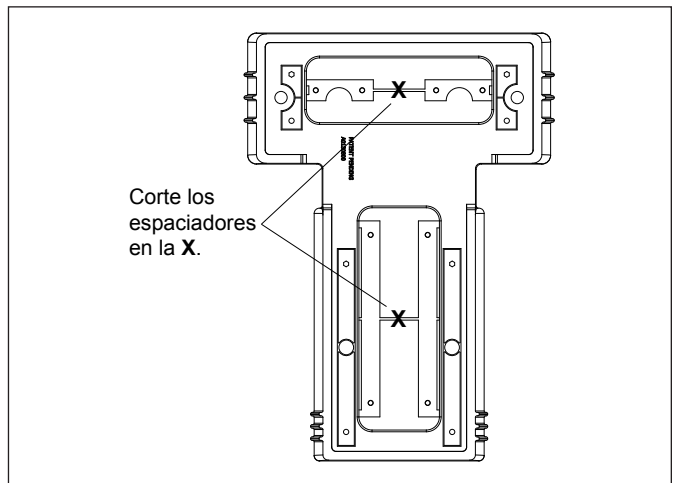
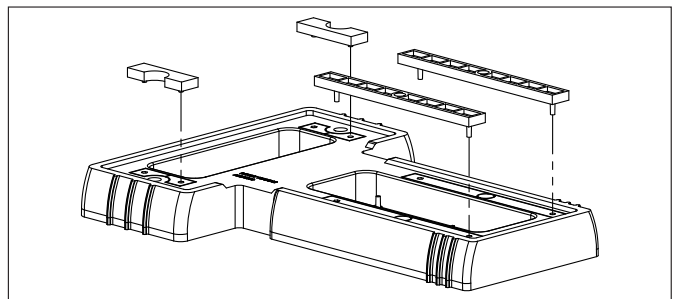

Figura 5. Corte los grupos de espaciadores fuera de la base
Figura 6. Encaje los espaciadores en su sitio
1. Utilizando una herramienta manual de corte, corte las barras de plástico que conectan los conjuntos superior e inferior de los separadores, como se muestra en la Figura 5.
2. Empuje los dos (2) separadores de la parte superior y dos (2) separadores de fondo fuera de la base.
3. Alinee los pines en los cuatro (4) separadores con los agujeros en la base y ajuste los separadores en su lugar, como se muestra en la Figura 6.